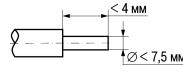

Рисунок 6.4 –
- выполнить зачистку кабелей и запудить их концы (см. рисунок 6.4).